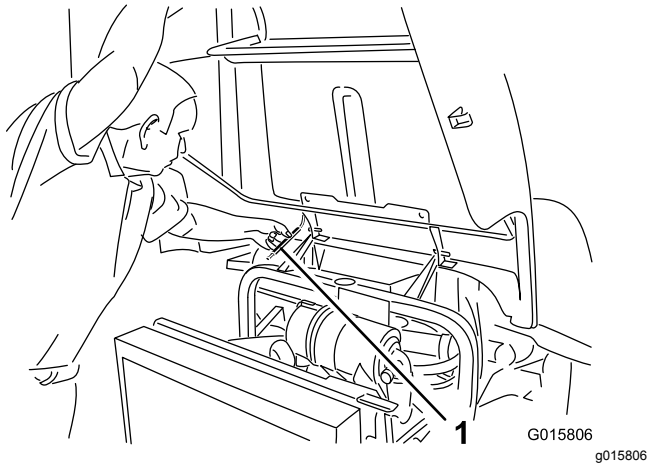

Figure 64
2. Soulevez le capot jusqu'à ce que vous puissiez placer la béquille derrière le tube du cadre (Figure 64).